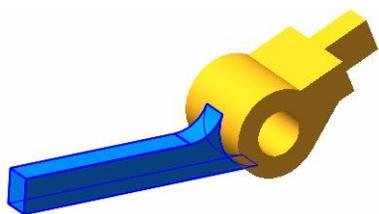
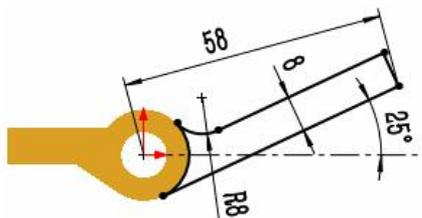

图 1.7 凸台-拉伸 2
图 1.8 横断面草图
Step4. 创建图 1.7 所示的零件特征——凸台-拉伸 2。选择下拉菜单 **插入(I)** → **凸台/基体(B)** → **拉伸(E)...** 命令（或单击 按钮）；选取前视基准面为草图基准面；在草图绘制环境中绘制图 1.8 所示的横断面草图；在“凸台-拉伸”对话框 **方向 1** 区域的下拉列表中选择 **两侧对称** 选项，输入深度值 6.0；单击 按钮，完成凸台-拉伸 2 的创建。